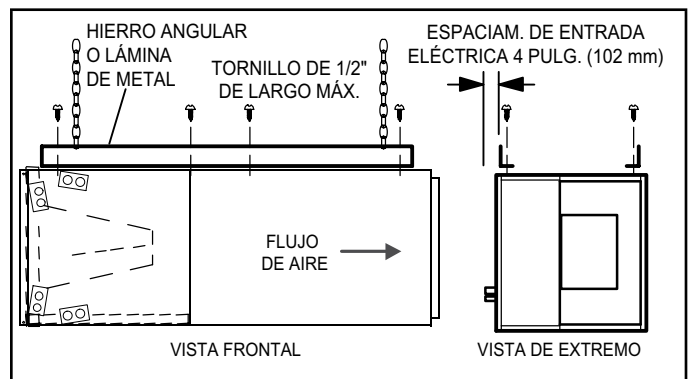

FIGURA 6. Cómo colgar la unidad horizontal
- 6 - Si la unidad está colgando, el gabinete debe estar apoyado a todo lo largo. Si usa una cadena o correa, use una pieza de hierro angular o lámina de metal adjunta a la unidad (ya sea arriba o abajo) para apoyar el largo del gabinete. Use tornillos de sujeción de no más de 1/2 pulgada para evitar dañar el serpentín o el filtro. Consulte la FIGURA 6. Use tornillos para lámina de metal para conectar los plenos de aire de retorno y suministro según sea requerido.
- 11 - Si va a colgar la unidad, debe estar apoyada a todo lo largo del gabinete. Si usa una cadena o correa, use una pieza de hierro angular o lámina de metal adjunta a la unidad (ya sea arriba o abajo) para que el largo completo del gabinete esté apoyado. Use tornillos de sujeción de no más de 1/2" para evitar dañar el serpentín o el filtro, como se ilustra en la figura 6. Conecte los plenos de aire de retorno y suministro con tornillos para láminas de metal.